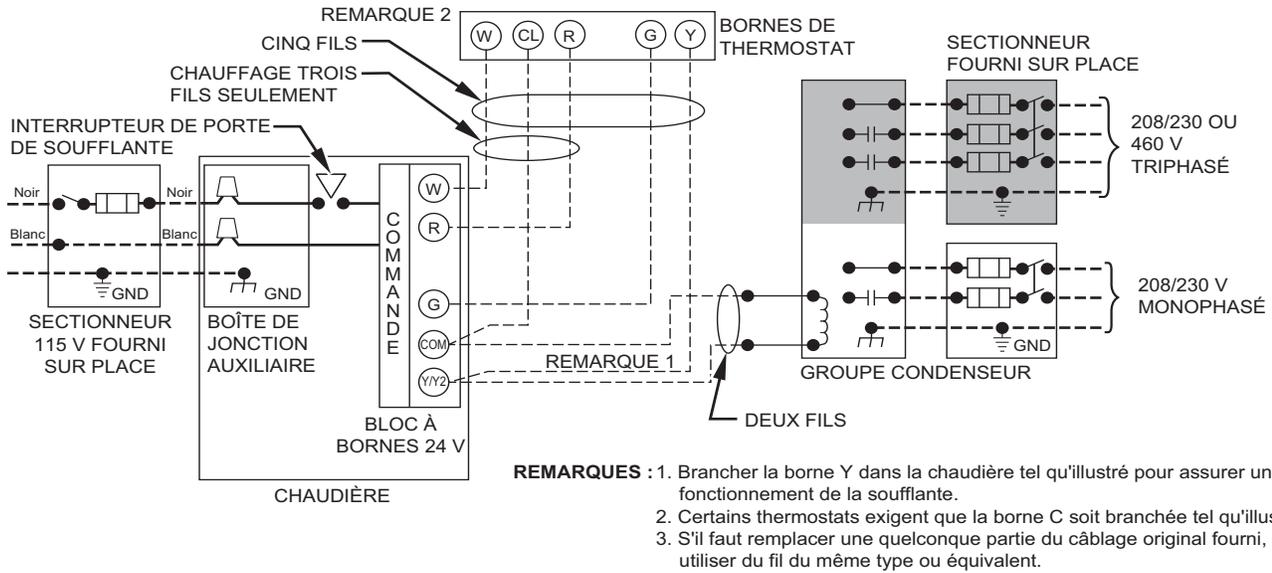
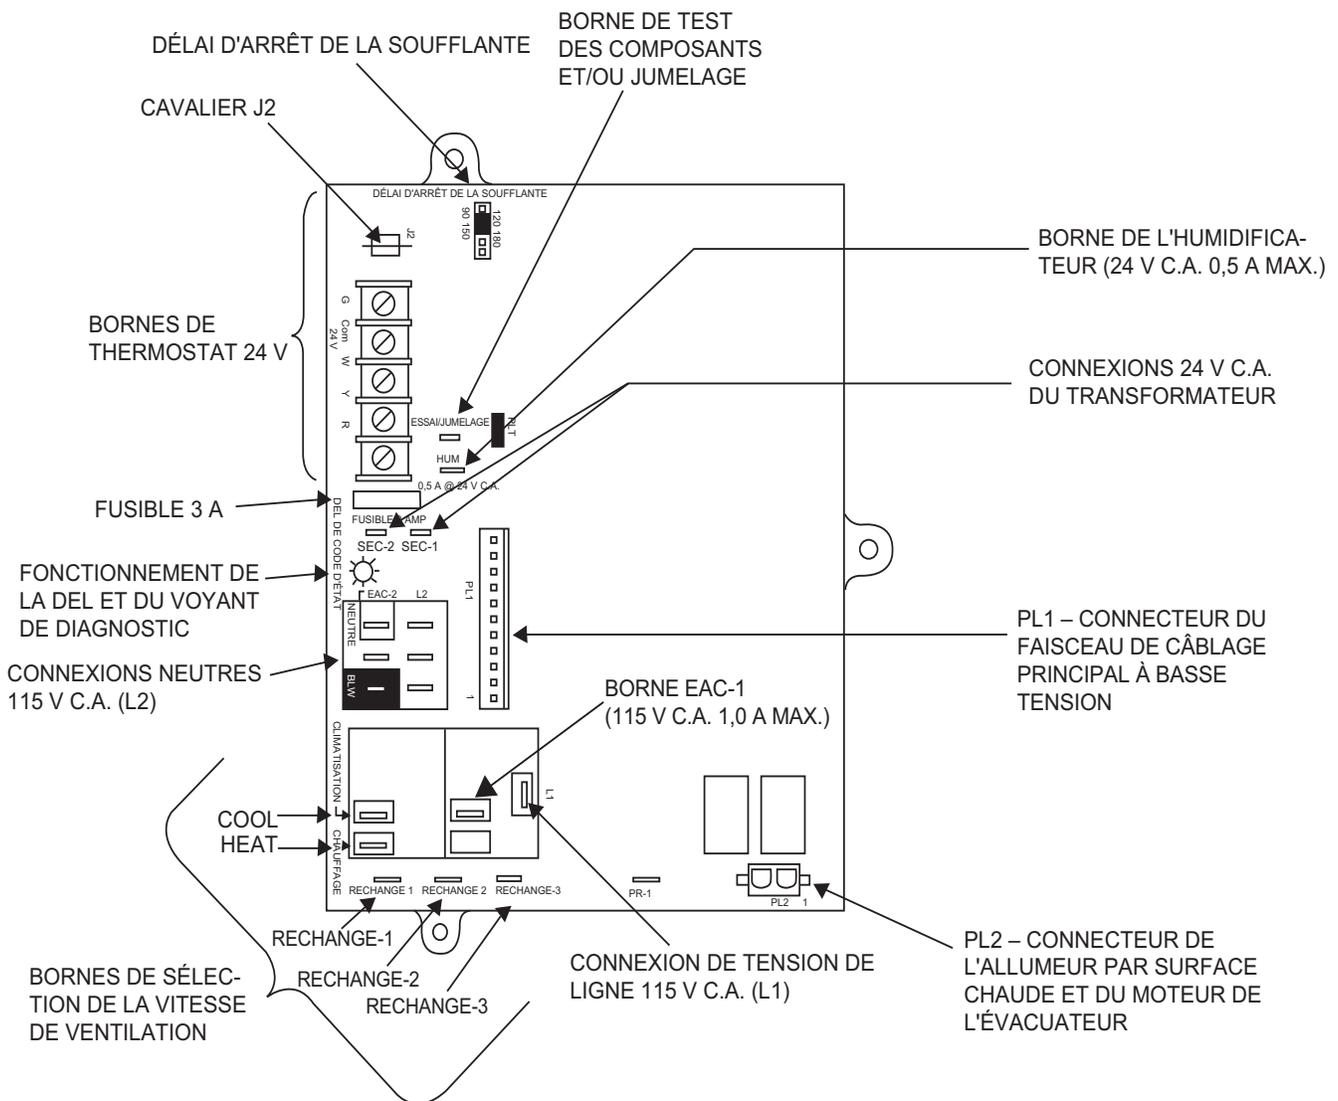

Figure 39 – Schéma de câblage type d'un appareil à une phase
Figure 40 – Exemple de panneau de commande de chaudière à une phase
6. Branchez les fils d'alimentation et neutre du cordon d'alimentation aux fils d'alimentation de la chaudière, conformément à la fig. 39.
5. Branchez les fils électriques et neutres aux fils d'alimentation électrique de la chaudière, conformément à la fig. 39.
Effectuez les connexions 24 V à la plaquette de connexion 24 V. Consultez la figure 40. Branchez la borne Y conformément à la fig. 39 pour assurer une bonne climatisation. N'utilisez que le fil de thermostat en cuivre AWG n° 18, codé par couleur.
La commande comporte un fusible de 3 ampères de type automobile sur le circuit de 24 V. Tout court-circuit direct survenant durant l'installation, la réparation ou la maintenance fera griller le fusible. Si le fusible doit être remplacé, n'utilisez qu'un fusible de 3 ampères de taille identique. Consultez la figure 40.